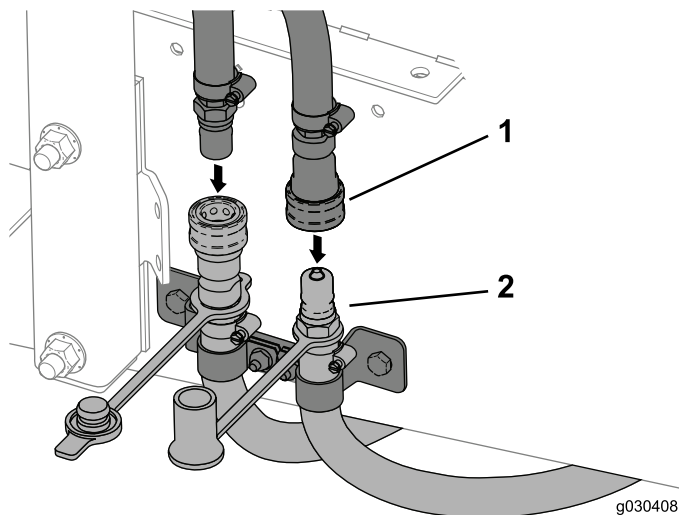

図 46
6. キャブからのホースを機体のホースに接続する 図 46。